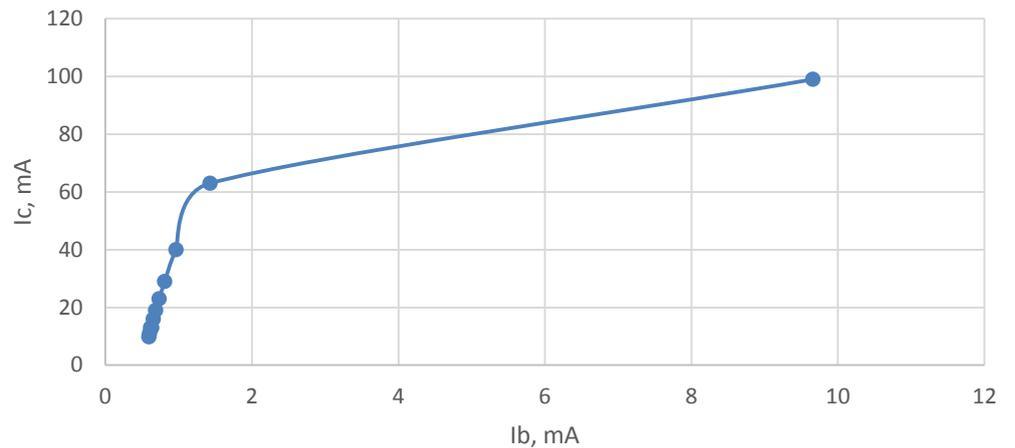

Рис. 5.2 Зависимость тока  $I_c$  от  $I_b$  (мА) транзистора 2N2218
Уменьшая ток базы путем увеличения сопротивления соответствующего резистора, определяем точку перехода для каждого транзистора из ключевого режима работы в активный и строим зависимость тока коллектора от тока базы (в обоих режимах) (рис. 5.2).
2.1 Собрать схему для изучения работы эмиттерного повторителя (рис. 5.2). Изменяя значение входного напряжения от 10 до -10 В, исследовать работу схемы. Объяснить полученный результат (Обратите внимание на показания амперметров).